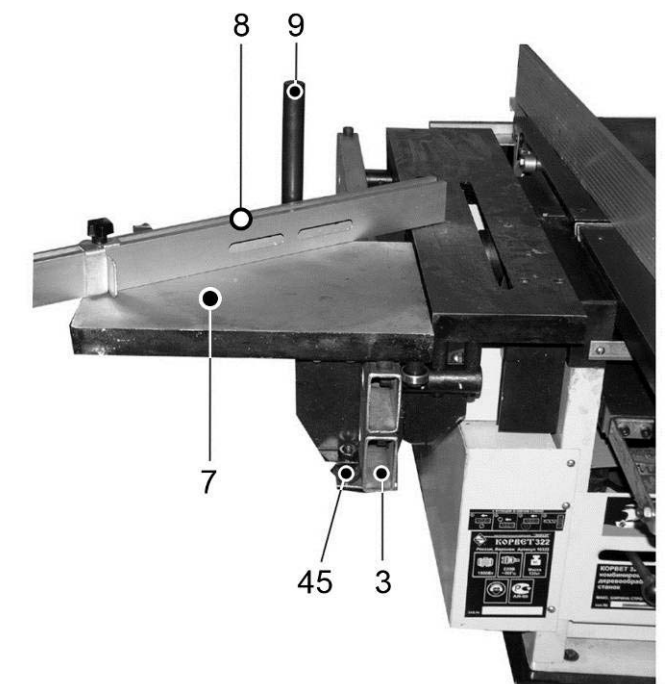

Рис. 7
8.2.3. На направляющую (3), предварительно вывернув ограничительный болт с одной стороны направляющей (3), установите пильный суппорт (7), ограничительный болт и при необходимости отрегулируйте положение роликов (45), Рис. 7.